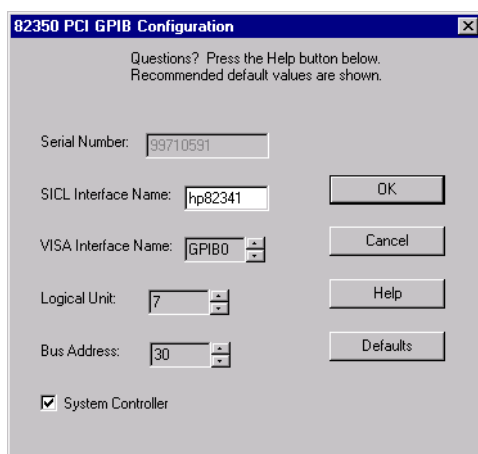

Figura 17 Configurazione dell'interfaccia GPIB per l'uso con la ChemStation Agilent
- 7 Impostare il nome di interfaccia SICL in “hp82341”, l'indirizzo del bus a “30” e “System Controller” come illustrato nella Figura 17. Ricordare che l'aspetto di questa finestra di dialogo differisce leggermente a seconda del tipo di scheda GPIB installato.
Per configurare l'interfaccia GPIB Agilent 82350 ed usarla con la ChemStation, utilizzare i valori che seguono. I campi disponibili dipendono dal tipo di interfaccia installata. Vedere la Figura 17 a pagina 57.